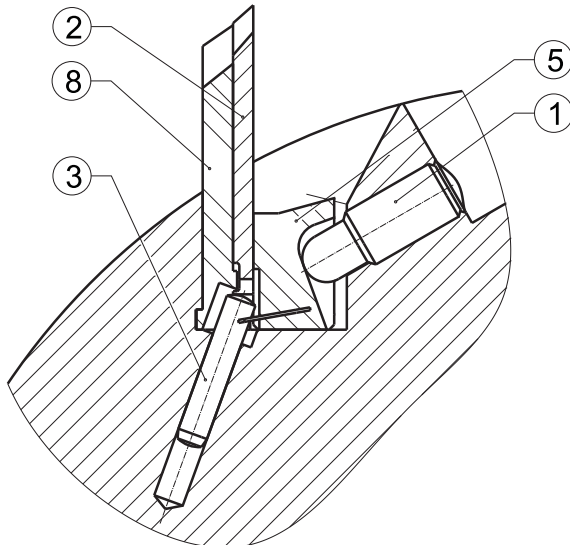
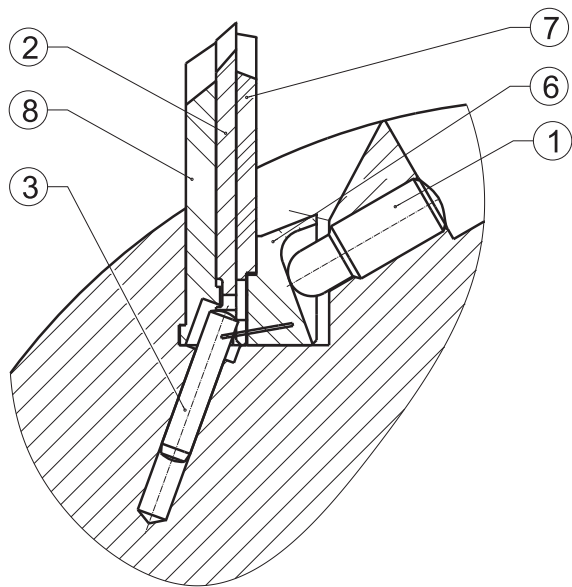

Abb. 3
Abb. 4
(s. Abb. 3, 4, 5 und 7)
2. Gewindestifte (1) mit Torxschlüssel nur soweit lösen (max. 2 Umdrehungen), dass die Profilschneide (2) aus dem Messersitz vollständig entfernt werden kann.
4. Beim Einsatz von profilierten Spanbrechern (7) darauf achten (s. Abb. 4), dass der zur Profilschneide gehörende Spanbrecher verwendet wird. Der entsprechende Spanbrecher ist mit der Artikelnummer der Profilschneide sowie der Endung "DRB" beschriftet.
(s. Abb. 3, 4 und 9)
6. Druckbacke (5) siehe Abb. 3 oder Einheit aus Druckbacke (6) und profiliertem Spanbrecher (7) siehe Abb. 4, in die Messeraufnahme Einsetzen und die Gewindestifte um 2 Umdrehungen eindrehen. **Darauf achten, dass die Gewindestifte (1) in die dafür vorgesehenen Kugelaufnahmen der Druckbacke (5 oder 6) eingreifen.**
7. Profilschneide (2) gemäß der "Anleitung zum Messerwechsel mit integrierter Stützplatte" einsetzen.